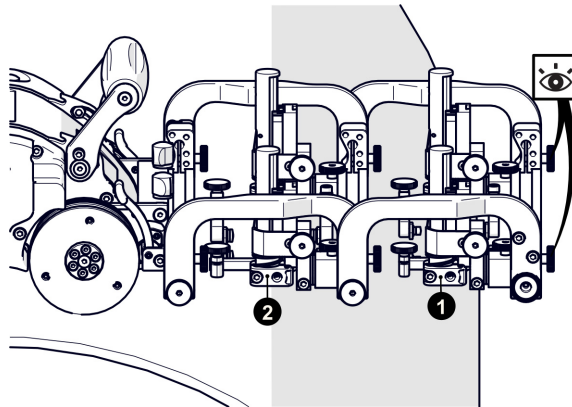

Abbildung 2-96 Positionierung der primären und sekundären Prüfkopfhalter
2. Befestigen Sie die Prüfkopfhalter (mit den angebrachten Keilen) am Prüfkopfhalterahmen. Platzieren Sie den sekundären Prüfkopfhalter an der Vorderseite des Rahmens und die primären Prüfkopfhalter an der Rückseite der Rahmenleiste (siehe Abbildung 2-96 auf Seite 111).